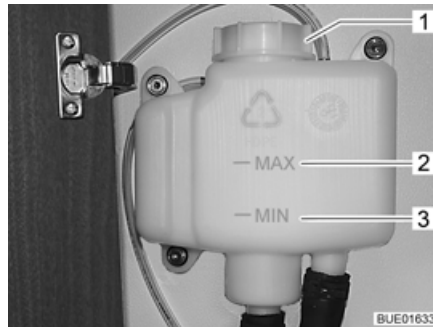

Fig. 212 Vase d'expansion sans cache
- Contrôler si le liquide se trouve entre les marques "MIN" (Fig. 212,3) et "MAX" (Fig. 212,2) sur le vase d'expansion (Fig. 212).
- Ouvrir le bouchon du vase d'expansion (Fig. 212,1).